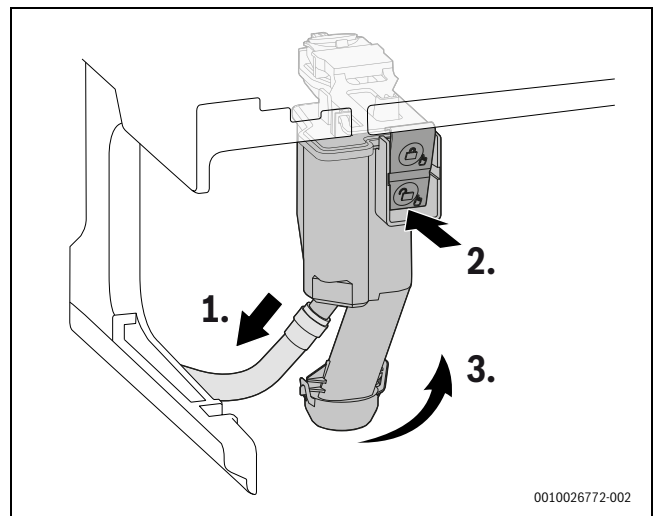

Bild 48 Kondensatsiphon ausbauen
- ▶ Kondensatsiphon aus dem Gerät nehmen (→ Bild 48, Seite 86).